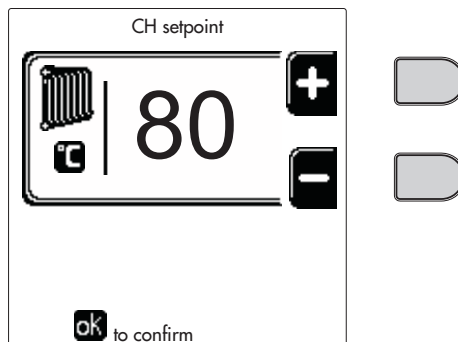
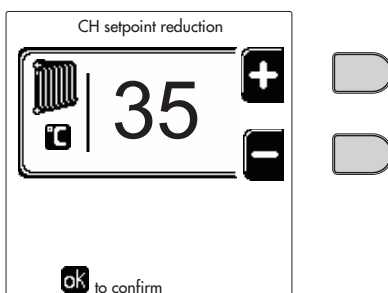
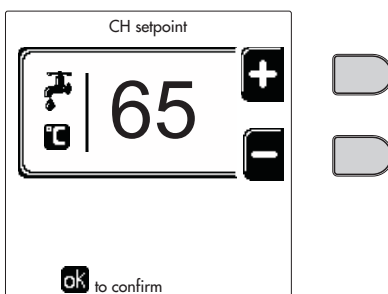
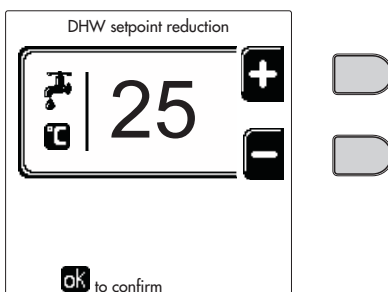

fig. 12
fig. 13
fig. 14
fig. 15
- **ON**. În caz de cerere Încălzire/Apă caldă menajeră, centrala funcționează la Temperatura de reglare Încălzire/Apă caldă menajeră (fig. 12/fig. 14) setată.
- În caz de cerere Încălzire/Apă caldă menajeră, centrala funcționează la Temperatura de reglare redusă. Temperatura Redusă se obține scăzând valoarea Temperaturii de reglare reducere (fig. 13/fig. 15) din Temperatura de reglare Încălzire/Apă caldă menajeră (fig. 12/fig. 14) setată.